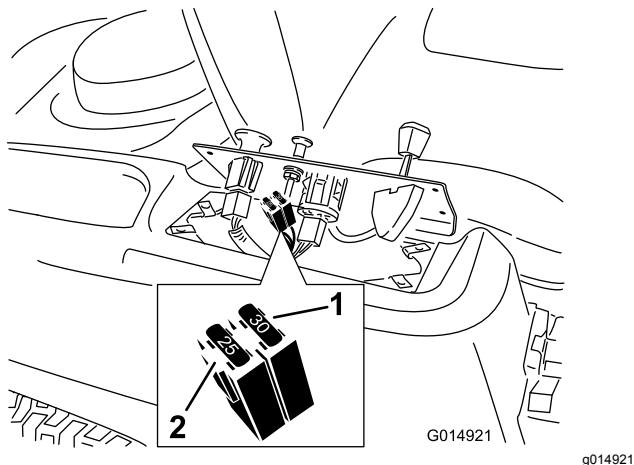

Figure 54
2. Soulevez le panneau de commande pour accéder au faisceau de câblage principal et au porte-fusibles (Figure 54).
3. Pour remplacer un fusible, tirez dessus pour l'enlever (Figure 54).